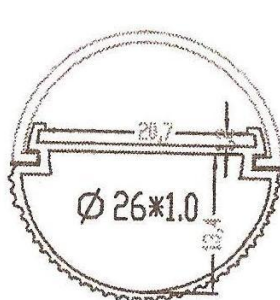

图8. 半塑半铝灯管
2. 半塑半铝管，在发现了散热问题以后，就想到采用半塑半铝的方案(图8)。